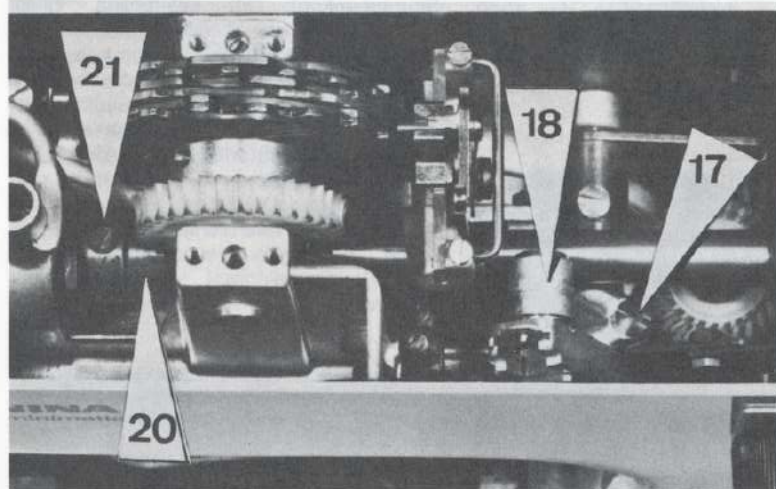

Abb. 11
Die beiden Schrauben an der Schnecke (20) lösen. Mit Hilfe des Schraubenziehers die nun lose auf der Achse sitzende Schnecke (20) festhalten, und unter gleichzeitigem Andruck an den Stelling (21) am Handrad drehen, bis die richtige Einstellung gefunden ist. (Abb.11).